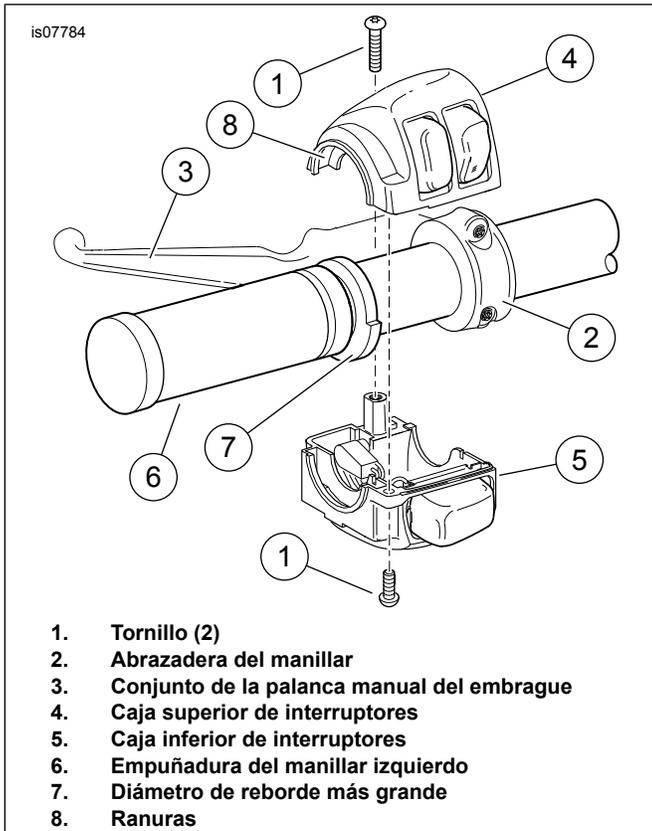
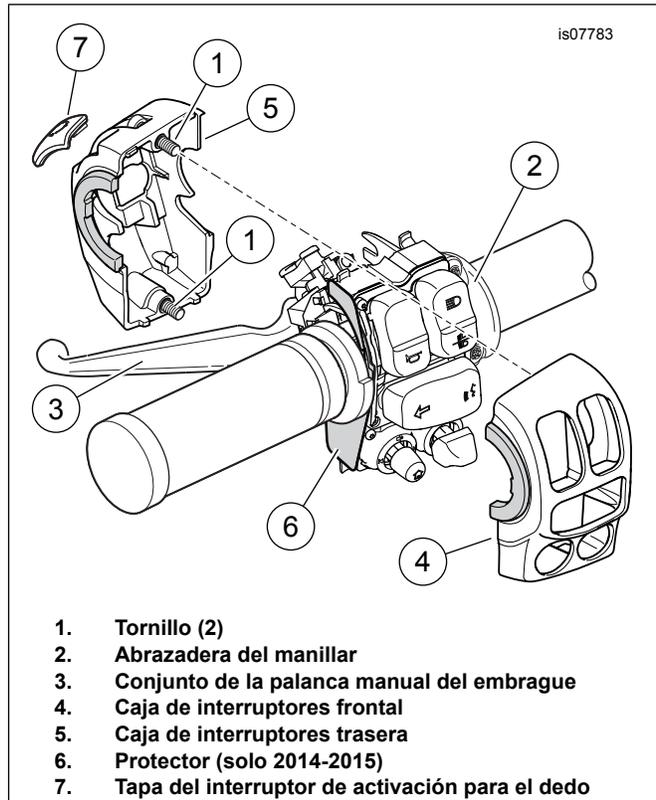

Figura 1. Caja de interruptores del manillar izquierdo (Touring 2008-2013 y Softail 2006-posterior)
Figura 2. Caja de interruptores del manillar izquierdo (Touring 2014 y posteriores)
- a. Consulte Figura 1 o Figura 2. Afloje dos tornillos (1) y la abrazadera del manillar (2).
- b. Coloque el conjunto de la palanca manual del embrague (3) lejos de la caja de interruptores.
1. Vea Figura 1 . Coloque la empuñadura con calefacción del lado izquierdo (6), de modo que la parte del reborde con diámetro mayor (7) esté hacia abajo. Empuje la empuñadura completamente en el manillar.
- a. Posicione la caja de interruptores inferior debajo de la empuñadura. Las ranuras (8) en el lado externo de la caja de interruptores deben encajar encima del reborde en el extremo de la empuñadura.
- Vea Figura 2. **Modelos 2014-2015:** Verifique que el escudo (6) esté en posición correcta en el lado externo del módulo del interruptor.
- Instale las secciones (4, 5) de la caja del interruptor en el módulo del interruptor. Apriete los tornillos cautivos (1) hasta que estén ajustados.
- Instale el conjunto la maneta de control del embrague (3).
- Instale la abrazadera del manillar (2) con los dos tornillos anteriormente quitados, pero no los apriete.